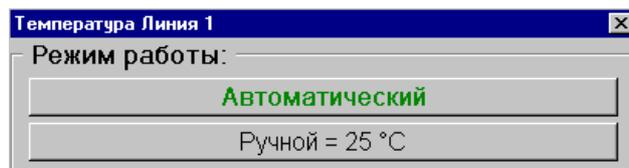

Рис. 17
3.5.9.3 Для смены текущего режима работы датчика необходимо нажать кнопку **Сменить** справа от поля **Режим**, при этом будет выведено меню выбора режима работы (Рис. 17).